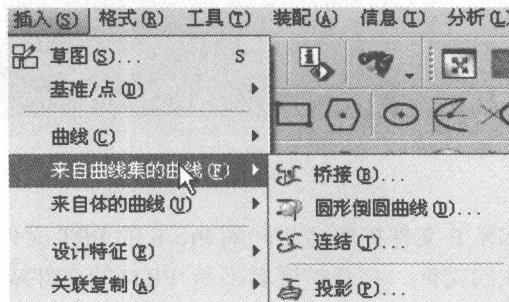

图 1-4 “插入”菜单的子菜单
主菜单包含了 UG NX 6 软件所有的主要功能，位于主窗口的顶部，在窗口标题栏的下面，如图 1-4 所示。主菜单是下拉菜单，系统将所有的指令和设置选项予以分类，分别放置在不同的下拉菜单中，单击主菜单栏中任何一个功能时，系统将会弹出下拉菜单，同时显示出该功能菜单包含的有关指令，每一个指令的前后可能有一些特殊标记。其中包括：
- 三角形符号 ▶：当菜单中某个命令不只含有单一功能时，系统会在命令字段右上方显示三角形符号，若选择此命令后，系统会自动出现子菜单，如图 1-4 所示。